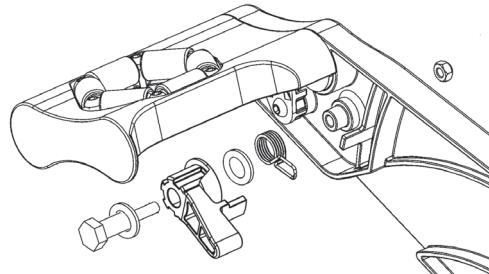

Fig. 18
1. Entfernen Sie die Schraubenmuttern, die die Sperrlinke befestigen (Fig. 18).